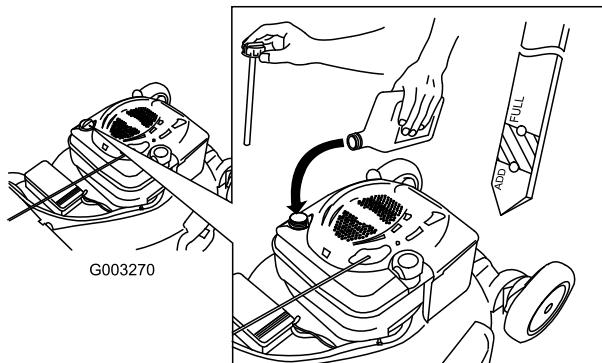

Bild 36
4. Füllen Sie das Öl **langsam** in den Einfüllstutzen ein, um den Ölstand auf die Voll-Marke am Peilstab anzuheben (Bild 36). **Füllen Sie nicht zu viel ein.** (Max. Füllstand: 0,59 l des Typs: Waschaktives SAE 30W-Öl mit der Klassifizierung SF, SG, SH, SJ, SL oder höher durch das American Petroleum Institute (API)).